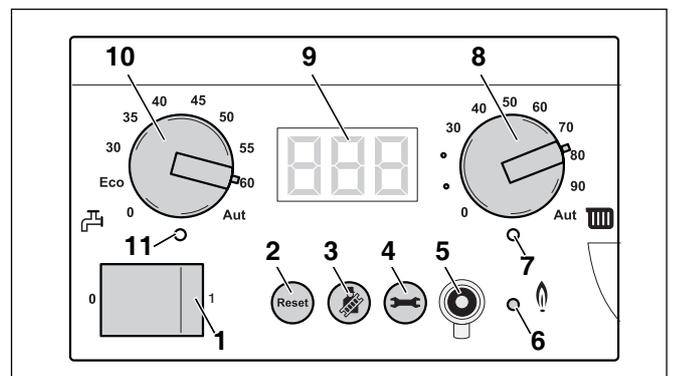

Fig. 44 BC10
- Ruotare verso sinistra, in posizione "0", la manopola di regolazione della temperatura massima riscaldamento della caldaia (fig. 44, **pos. 8**) e la manopola di regolazione del valore nominale riscaldamento (fig. 44, **pos. 10**).
- Leggere nuovamente la pressione dell'impianto sul manometro analogico o sul display del BC10 (fig. 44). Se la pressione scende sotto 1,0 bar, il sopra citato procedimento di riempimento e sfiato deve essere ripetuto tante volte, finché non si raggiunge la pressione desiderata e l'impianto di riscaldamento non è esente da aria.